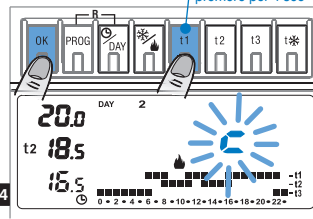

Fig.44
- Tenere premuto il tasto **t1** (fig.44) fino alla comparsa della scritta lampeggiante del valore impostato per il Differenziale (esempio **d06c**) oppure la durata del ciclo (esempio **P 10**) se è impostata la modalità Proporzionale.